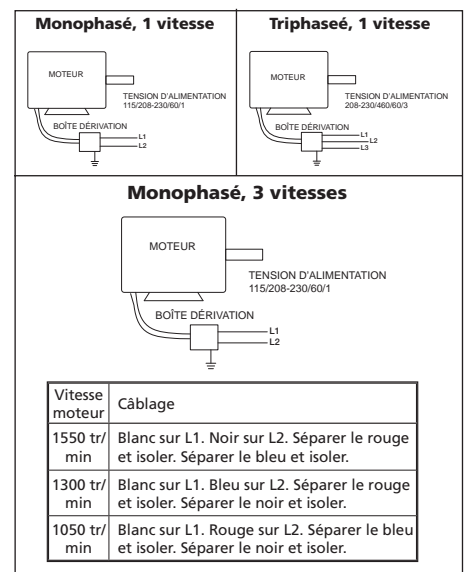

Figure 3 — Schéma de câblage typique
- Poser et câbler le sectionneur de sécurité sous le capot de ventilateur et câbler le moteur conformément au schéma de câblage sur le moteur. Voir Raccordement électrique, Figure 3. Câbler les commutateurs de commande au niveau du sol.
REMARQUE : Voir le schéma de câblage à la Figure 3.